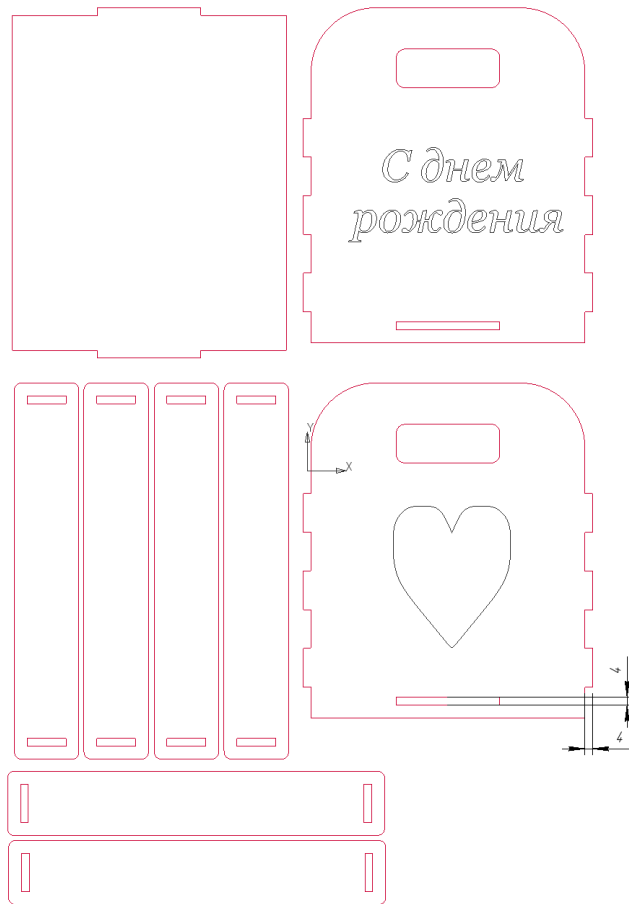

Рис. 1. Наглядное изображение готового изделия и макета
**Образец:** Ящик (см. рис. 1).